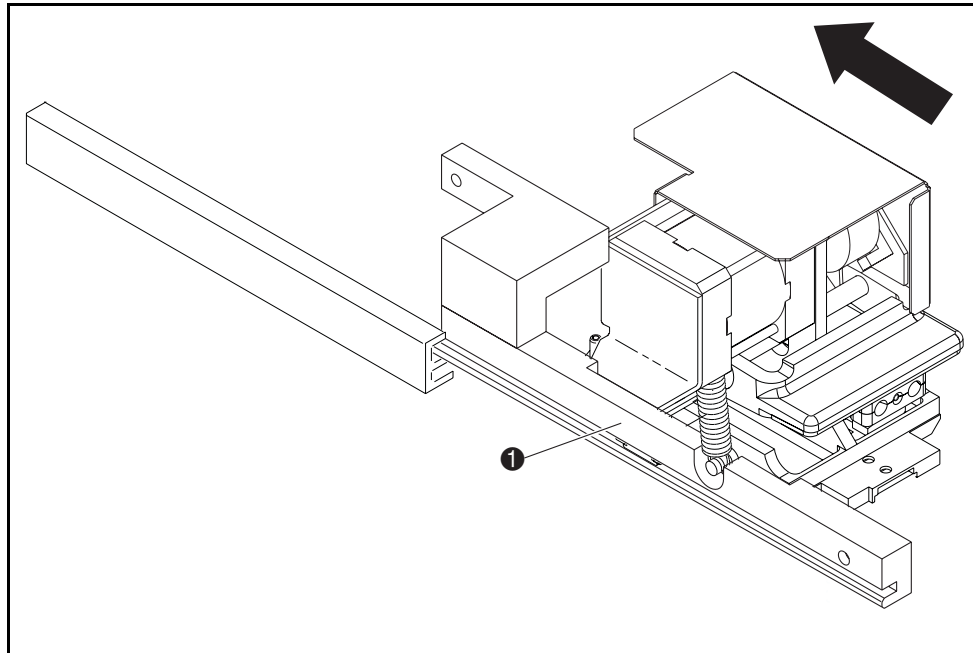

Figure 4-22. Réinstallation de la fixation de la pince
1. Tirez la pince entièrement vers vous (voir Figure 4-22).
2. Insérez la fixation de pince (❶) dans le guide pour la positionner comme illustré à la Figure 4-22.